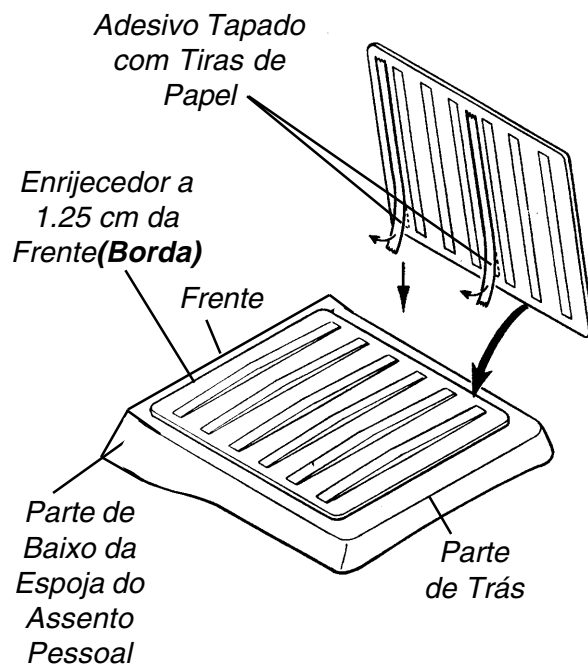

FIGURA 2 - INSTALAR O ENRIJECEDOR
3. Coloque o Enrijecedor com a fita adesiva, sobre a parte de baixo da almofada do Assento Pessoal (FIGURA 2).
4. Coloque o Enrijecedor a 1.25cm da frente da esponja, bem centralizado (FIGURA 2).
6. Depois de ter marcado a posição, retire o papel do adesivo no Enrijecedor e coloque-o na parte de baixo da esponja do Assento Pessoal (FIGURA 2).
7. Pressione com firmeza para colar o Enrijecedor na esponja do Assento Pessoal (FIGURA 2).